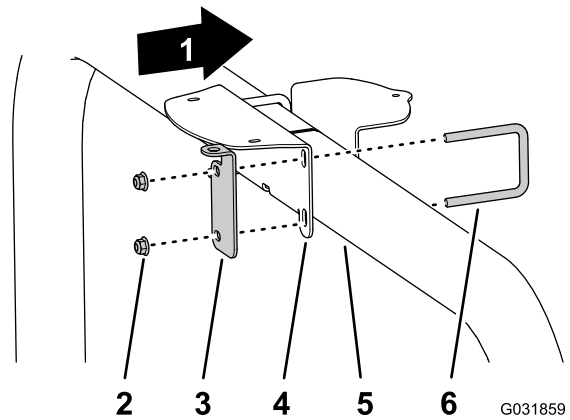

Figura 125
- Si la máquina tiene un sistema GNSS y el Kit de módem CDMA o GSM para la corrección de RTK, monte el soporte del receptor y el soporte de la antena RTK en el tubo del ROPS (Figura 125) con 2 pernos en U y 4 contratuercas con arandela prensada (3/8").